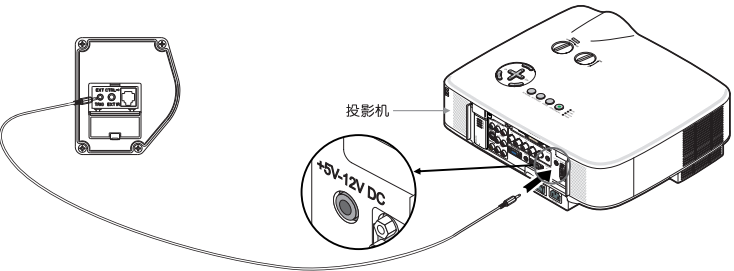

图22
- 1、将触发器线(可选件)一端插入外壳左端盖的触发器接插孔TRIG(如图22), 另一端插入投影机的12V输出孔。